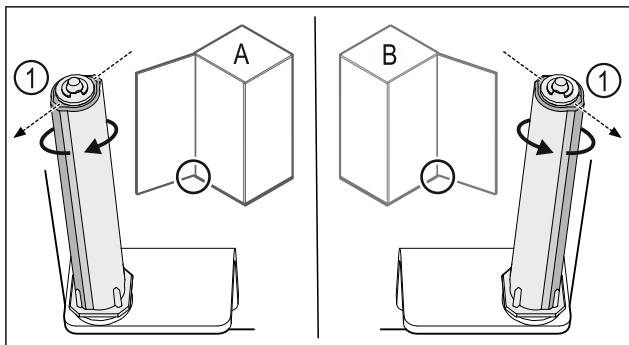

Fig. 44 Левое навешивание (A) / правое навешивание (B)
- ▶ Поворачивайте систему закрытия, преодолевая сопротивление до тех пор, пока ее ребро Fig. 44 (1) не будет направлено наружу.